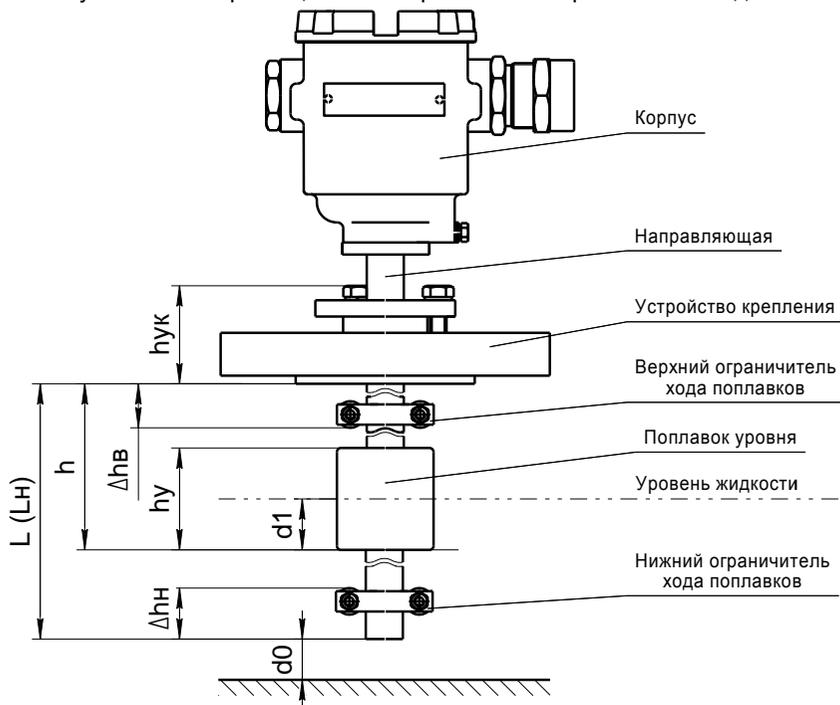

Рисунок 4
2.1.14 Нижний предел измерений уровня **Нн** (рисунок 4) определяется по формуле, мм:
Величина верхней неизмеряемой зоны **Δh_в** определяет положение верхнего ограничителя хода поплавка (рисунок 4) относительно устройства крепления, при выпуске из производства устанавливается минимальной, равной: